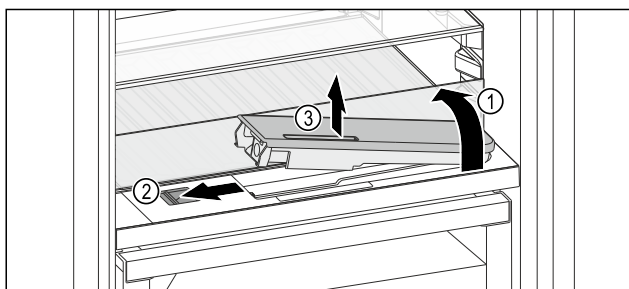

Fig. 230
- ▶ Skleněnou desku nadzvedněte a zaklapněte dozadu až na doraz Fig. 230 (1).
- ▶ Posuvník Fig. 230 (2) posuňte doleva.
- ▶ Vyjměte nádržku na vodu Fig. 230 (3).